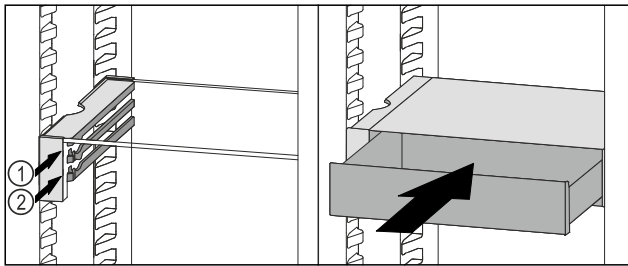

Fig. 122
- VarioSafe-Schubfach hinter den Stoppern auf gewünschter Rippe Fig. 122 (1) oder Fig. 122 (2) aufsetzen.